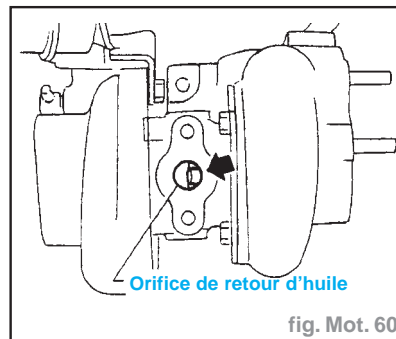

fig. Mot. 60
- Vérifier qu'il n'y a pas de calamine sur l'arbre de rotor (fig. Mot. 60).